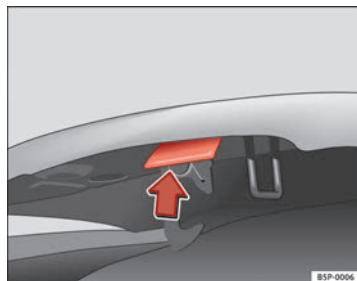

Fig. 179 Tirador de apertura por debajo del capó.
- Presione hacia arriba la palanca que hay debajo del capó ⇒ fig. 179. Al hacerlo, el gancho de sujeción queda desbloqueado.